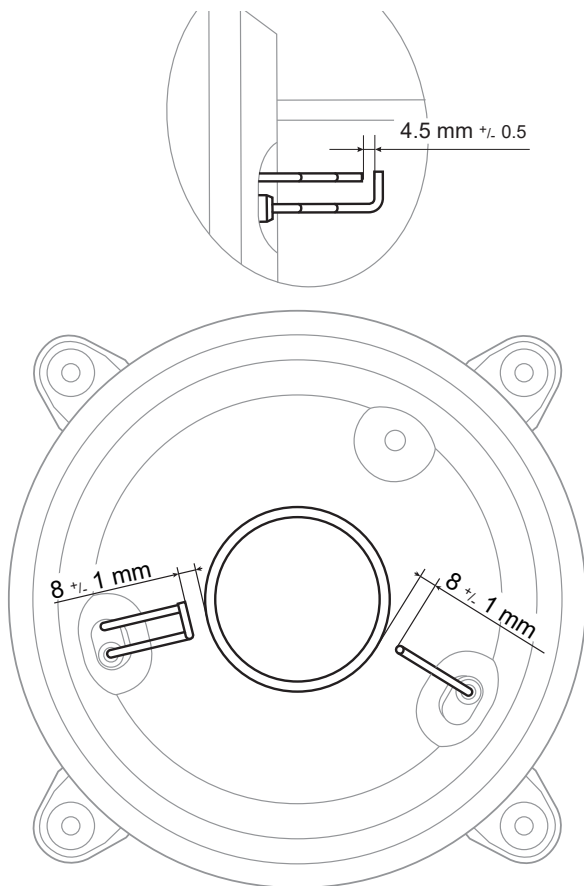

fig. 60 - Contrôle des électrodes
- Vérifier l'écartement et le positionnement des électrodes (*fig. 60*).